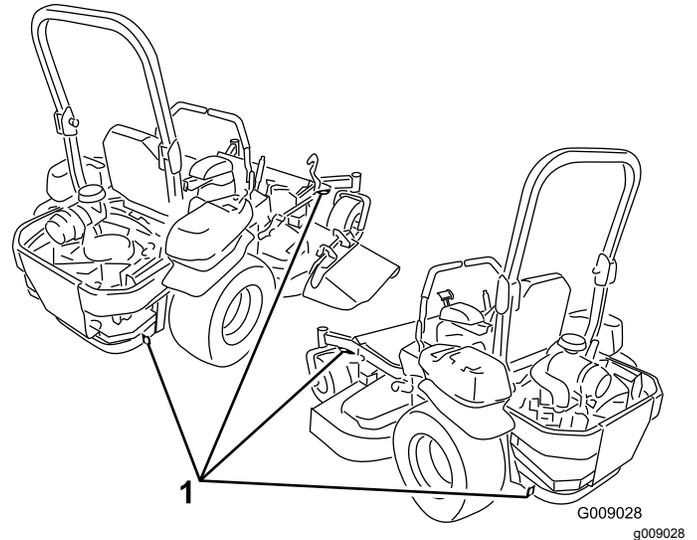

Bild 37
5. Befestigen Sie die Maschine mit den Vergütungsschleifen aus Metall, Ketten, Kabel oder Seilen am Anhänger oder Pritschenwagen (Bild 37).